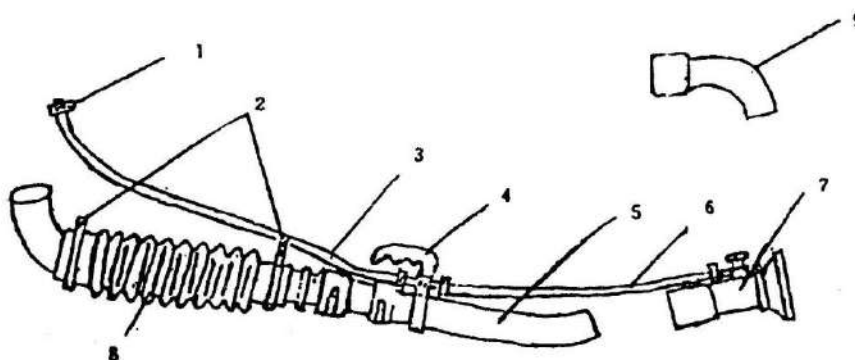

Fig. 4
4. Podłącz rurkę spryskującą do urządzenia jak pokazano na rys. 4.